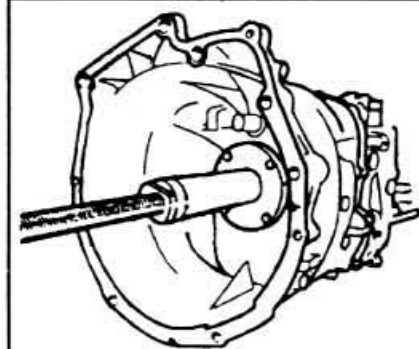

Рис. 5-9. Спрессовка картера сцепления с помощью приспособлений BMW 33 1301 и 23 2280
- Спрессовать картер КП. При необходимости использовать съемник BMW 33 1301 с пластиной 23 2280 (рис. 5-9).